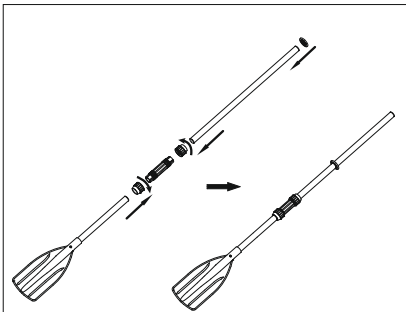

Fig. 1 / Abb.1 / EIK.1 / Рис.1 / Obr.1 / Figur.1 /
a, Einblatt (Abb. 1)
Kuva.1 / Rys.1 / 1. Ábra / 1. Att. / 1 Pav. / Slika 1 /
- a. Single-blade (Fig.1)
- a. Une pale (Fig.1)
- a. Einblatt (Abb. 1)
- a. Enkel blad (Fig.1)
- a. Enkeltbladet (Fig.1)
- a. a una pala (Fig.1)
- a. Lâmina individual (Fig.1)
- a. Pala única (Fig.1)
- a) Весло с одной лопастью (рис. 1);
- a. Et enkelt blad (fig. 1)
- Enkelblad (fig.1)